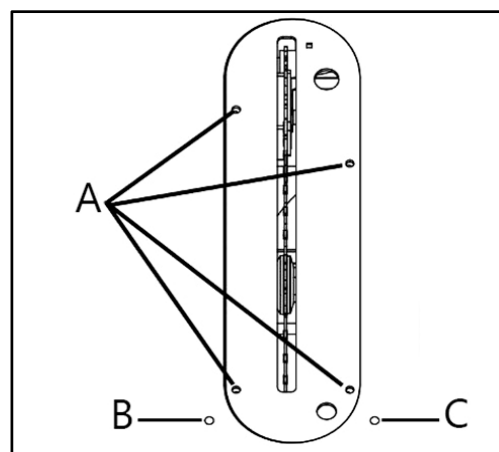

Рисунок 33
Для выравнивания вставки стола поворачивайте один или несколько установочных винтов А (рис. 33) до достижения нужного результата.
- Если пильный диск не будет наклоняться до 90°, поверните (против часовой стрелки) установочный винт В (рис. 33), пока не будет достигнут угол в 90°.
- Если пильный диск не будет наклоняться до 45° , поверните (против часовой стрелки) установочный винт С (рис. 33), расположенный справа от вставки стола, до тех пор, пока пильный диск не будет установлено на 45° .